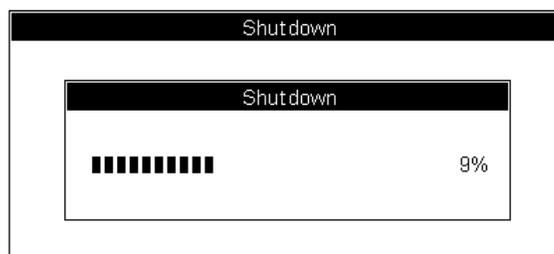

Рисунок 6-18 Окно состояния выключения
4. Подставьте ферментативный очиститель к пробозаборнику и нажмите кнопку аспирации. Анализатор произведёт забор очистителя и промоет жидкость проводящую систему. Процесс очищения будет отображаться на экране, как показано на **рис. 6-18**;